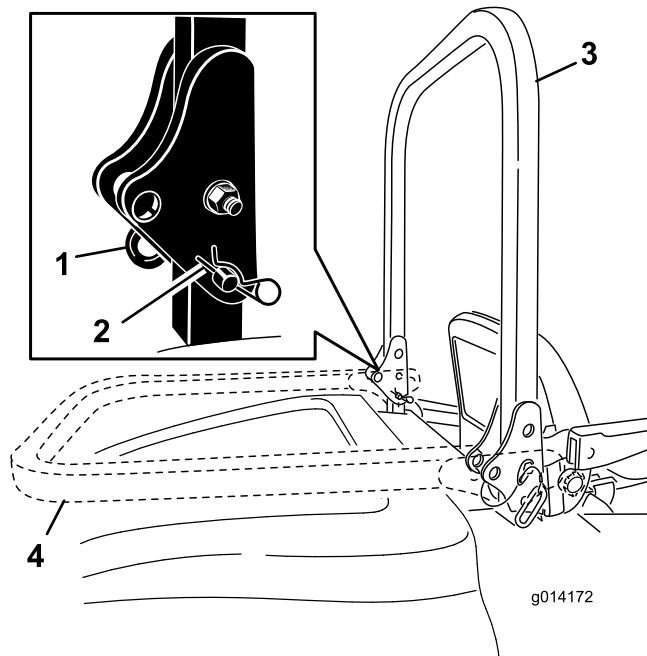

Figura 20
2. Remova os dois contrapinos e os dois pinos (Figura 20).
3. Eleve a barra de segurança para a posição vertical (Figura 20).
4. Prenda a barra de segurança com os dois pinos e dois contrapinos (Figura 20).
1. Remova os contrapinos, empurre a barra de segurança para a frente contra as molas e retire os dois pinos (Figura 20).
2. Baixe por completo a barra de segurança (Figura 20).
3. Instale os dois pinos nas placas articuladas e prenda os pinos com os dois contrapinos (Figura 20).